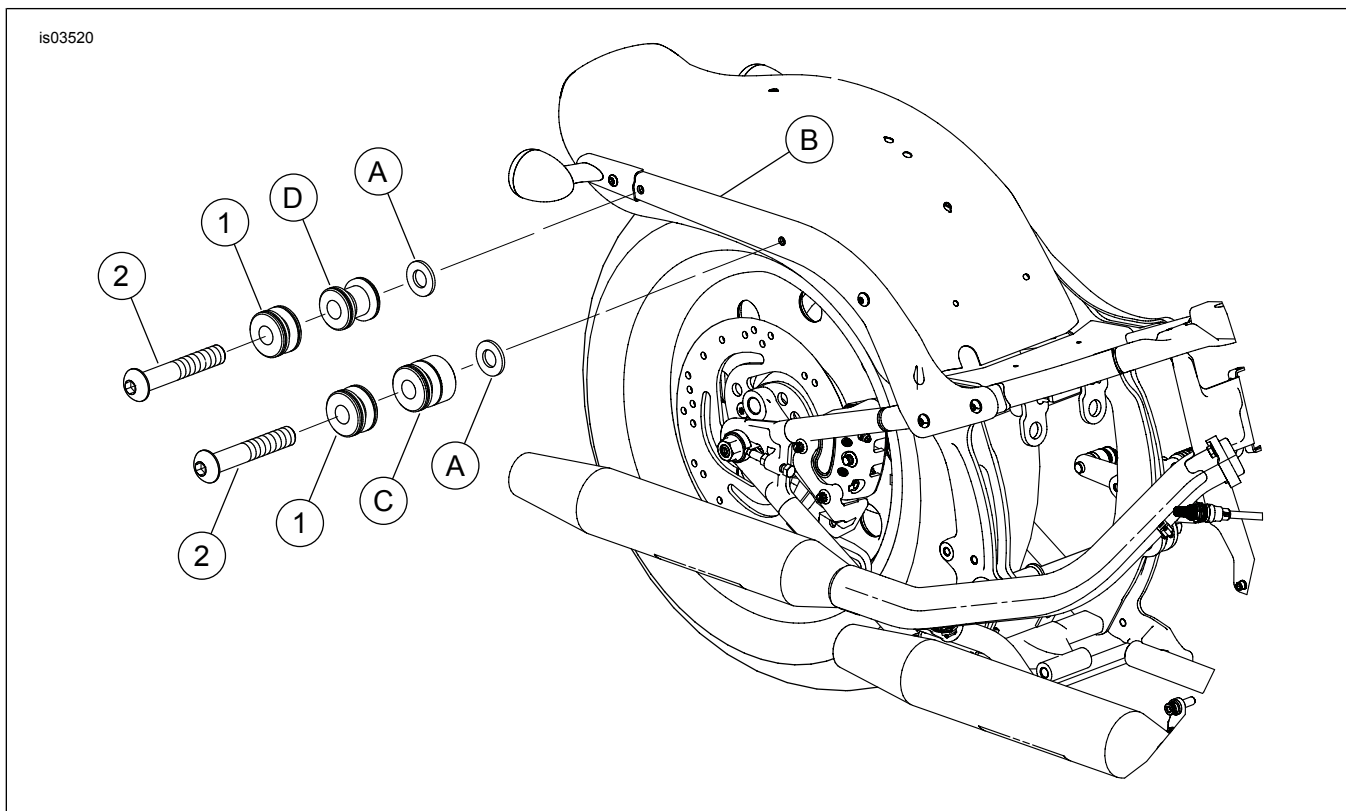

Figura 4. Peças de reposição: Kit de ferragens de suporte do alforje removível Softail
Veja a Figura 4 e a Tabela 1.
3. Veja a Figura 4. Coloque uma bucha (A) em cada um dos furos do suporte do pára-lama (B). O lado chanfrado das buchas (Figura 3, item 1) é voltado para fora do pára-lama.